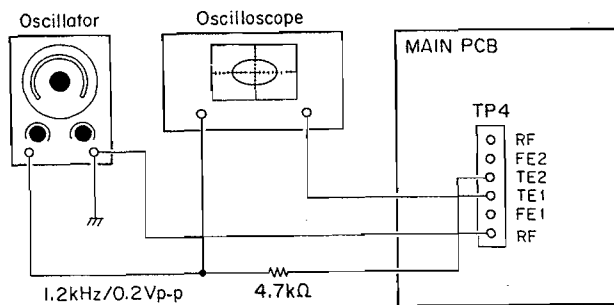

Fig. 4-11
2. Plug into FE2 of TP-4 a 1.2 kHz/200 mV p-p signal coming from external generator via 4.7 kohm resistor (refer to Fig. 4-11).
2. 外部発振器より4.7kΩの抵抗を介して 1.2kHz/200mVP-Pの信号を TP-4 の TE2 に入力する。(図4-11参照)